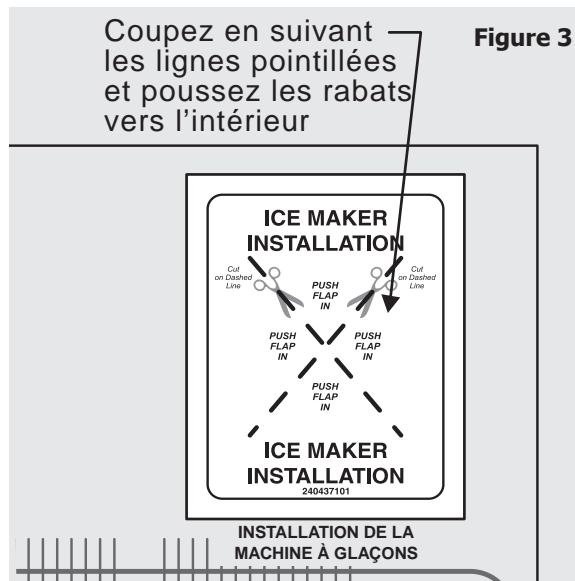

Figure 3
- Utilisez un petit couteau de cuisine pour couper l'étiquette « Ice Maker Installation » qui se trouve dans le coin supérieur droit du panneau arrière extérieur du réfrigérateur, en suivant les lignes pointillées. Reportez-vous à la figure 3. Poussez les rabats de l'étiquette vers l'intérieur jusqu'à ce qu'ils collent à l'appareil.